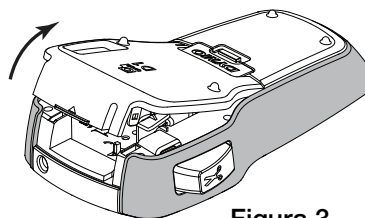

Figura 3
- 1 Levante a tampa do compartimento das cassetes de fitas para abrir o abrir. Ver Figura 3.